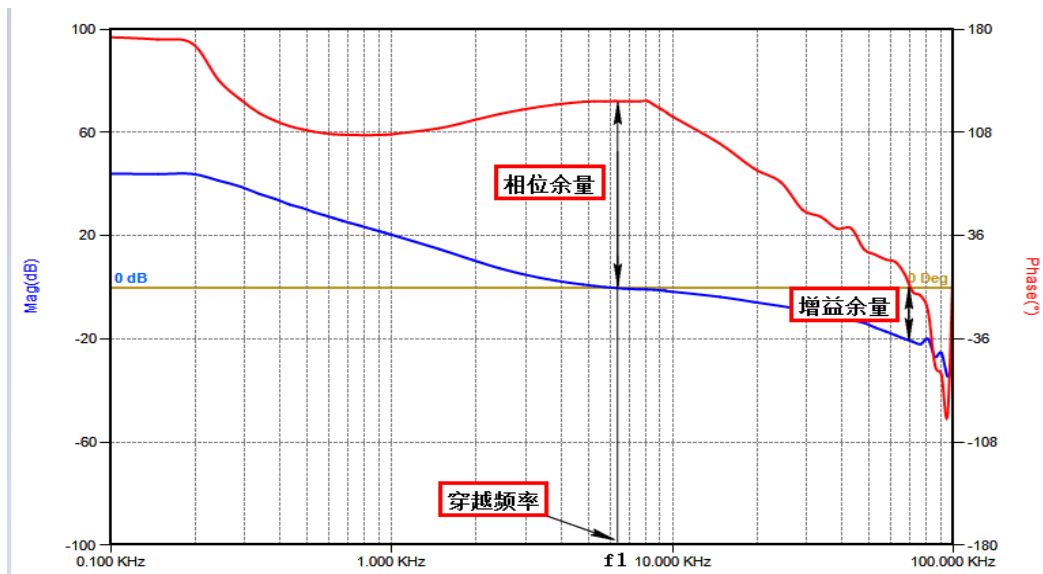

图 1.2 波特图-增益余量和相位余量
**相位余量（Phase margin）**是指：增益降到 0dB 时所对应的相位，以度（deg）为单位表示（图 1.2）。
**增益余量（gain margin）**是指：相位为 0 时所对应的增益大小，以分贝（dB）为单位来表示（图 1.2）。
**穿越频率（crossover frequency）**是指：增益曲线穿越 0dB 时的频率点（图 1.2）。